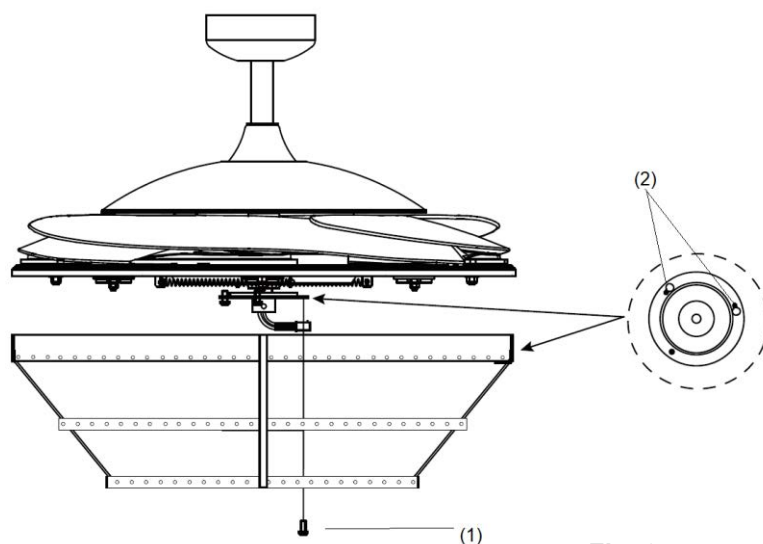

Fig. 6
### INSTALLAZIONE DEL KIT LUCE (Fig. 6 e 7)
1. Allentare la vite (1) dal supporto sul ventilatore. Allineare le due viti con i fori (2) sulla staffa del kit luce (7) (Fig. 6).
2. Ruotare il kit luce in senso antiorario finché le viti non sono fissate saldamente all'estremità delle fessure (2).
3. Fissare la vite (1) al supporto del paralume. Serrare tutte le tre viti. Non avvitarle eccessivamente.